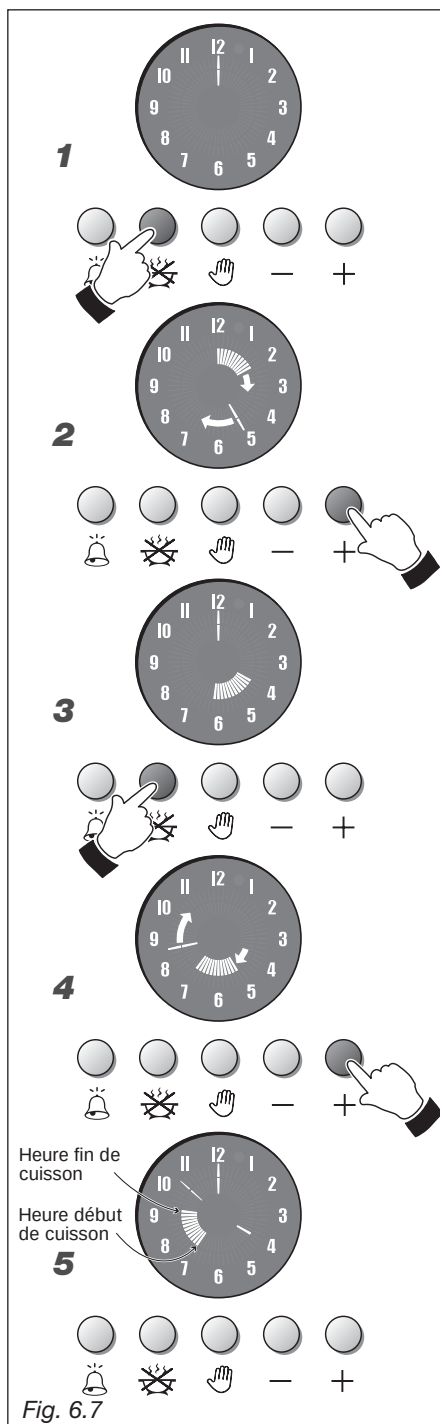

Fig. 6.7
CUISSON AUTOMATIQUE (fig. 6.7)
1. Fig. 6.7 - Programmer le temps de cuisson en appuyant la touche . Les aiguilles de l'horloge doivent s'éteindre et une aiguille doit s'allumer sur le 12.
2. Fig. 6.7 - Avant que 7 secondes ne s'écoulent, appuyer sur la touche . Une aiguille lumineuse (comme celle des minutes et des secondes) doit s'allumer. Chaque segment d'augmentation indique une minute. En outre toutes les 12 minutes, est allumé un segment interne (5 segments équivalent à une heure). En cas de dépassement de la durée voulue, appuyer sur la touche pour obtenir le réglage voulu.
3. Fig. 6.7 - Avant que 7 secondes ne s'écoulent, appuyer à nouveau sur la touche ; les segments internes allumés doivent ensuite se positionner sur l'heure actuelle.
4. Fig. 6.7 - Avant que 7 secondes ne s'écoulent, appuyer sur la touche jusqu'à ce que les segments allumés ne se déplacent sur l'heure à laquelle on souhaite qu'intervienne la cuisson. En cas de dépassement de l'heure voulue, appuyer sur la touche pour obtenir le réglage voulu.
5. Fig. 6.7 - Au bout de 7 secondes s'affichent à nouveau les aiguilles de l'horloge et les segments allumés indiquent la période de cuisson.